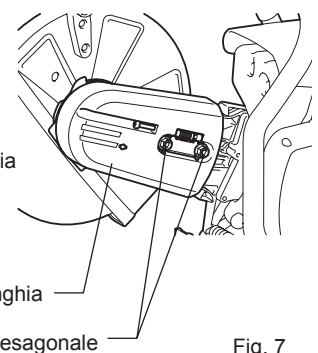

Fig. 7
- (7) Montare il coperchio della cinghia. (Fig. 7)